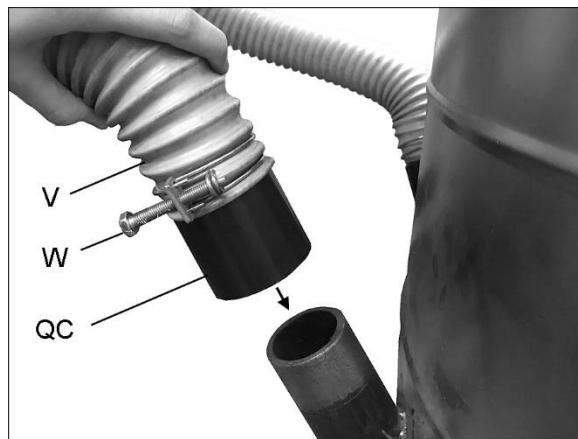

Figure 14
24. Connectez les extrémités libres des tuyaux (V) aux connecteurs rapides (QC) en utilisant les colliers de serrage (W). Voir la Figure 14. Insérez les connecteurs dans les ports inférieurs du tambour.